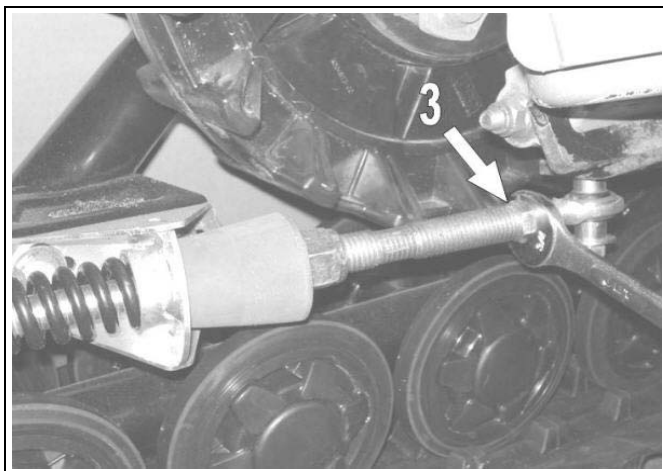

Abbildung 10
*HINWEIS: In einigen seltenen Fällen, wenn Überwurfmutter (1) zum Zusammendrücken der Feder durch Einstellungen das Ende der Gewindestange erreicht hat, verlängern Sie die Stange, indem Sie die Gegenmutter lösen (Teil 3 in Abbildung 10) und schrauben Sie die Stange heraus, um max. 19 mm sichtbares Gewinde zu erhalten. Ziehen Sie die Gegenmutter wieder fest.*